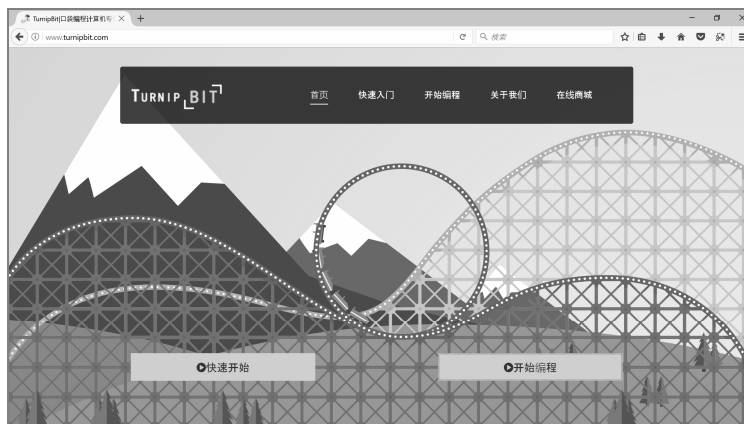

图 1-1 TurnipBit 官方主页
- ① 进入 TurnipBit 官方主页 <http://www.turnipbit.com/>，如图 1-1 所示。